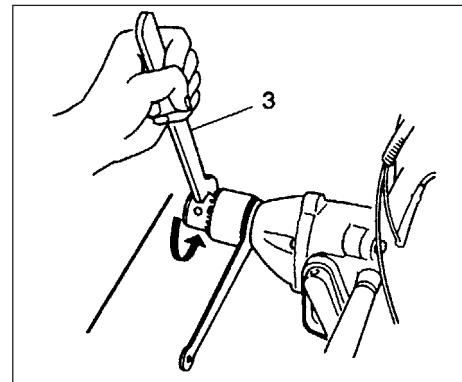

Fig. 2-7
- Nota! el uso bota la llave inglesa del monte (3) en lugar de bota el asidro y aprieta o untighten manualmente en vez de golpear. No golpee el bota la llave inglesa del monte. (Fig. 2-7, 7B)